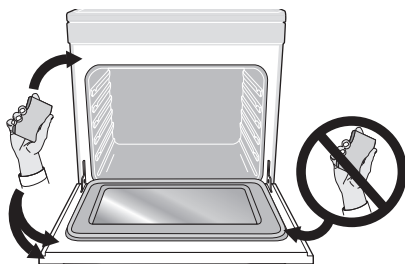

Figure 5 : Zones à nettoyer et les zones à éviter (joint)
- Ne pas vaporiser de nettoyant pour les fours ou de revêtement protecteur dans ou autour de n'importe quelle partie de l'intérieur du four. Nettoyer toute la saleté du cadre du four, la garniture de porte à l'extérieur du joint de porte et de la petite zone au centre avant de la sole du four (Figure 5). Ces zones reçoivent suffisamment de chaleur pour brûler les saletés. Nettoyer à l'eau savonneuse avant de lancer l'autonettoyage.